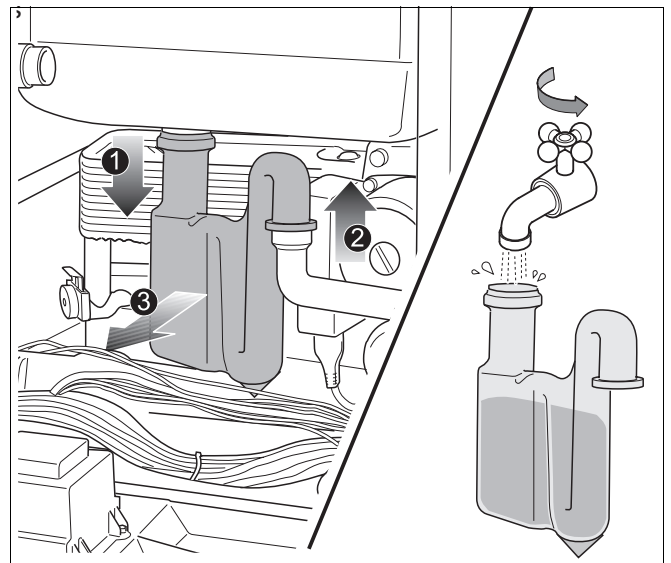

fig. 54 Sifon reinigen
- Neem de sifon los van de koppeling en neem deze uit het cv-toestel (→ fig. 54).